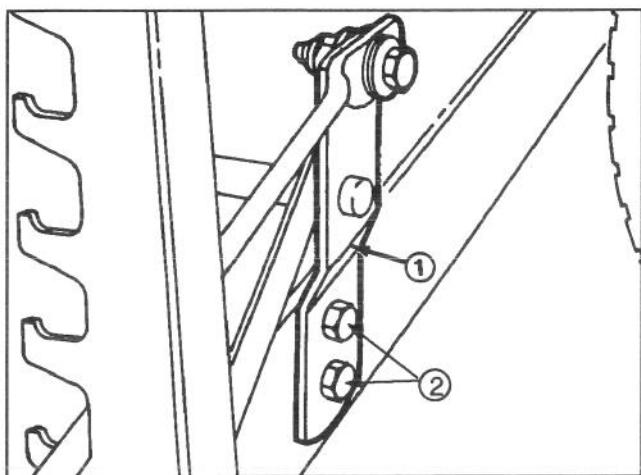

Figure 30
- Si la hauteur de la pointe de la lame dépasse les 3 mm, mettre l'unité de coupe de niveau en desserrant les boulons à tête de la patte de soutien de hauteur de coupe et en montant ou en abaissant la patte (Fig. 30).